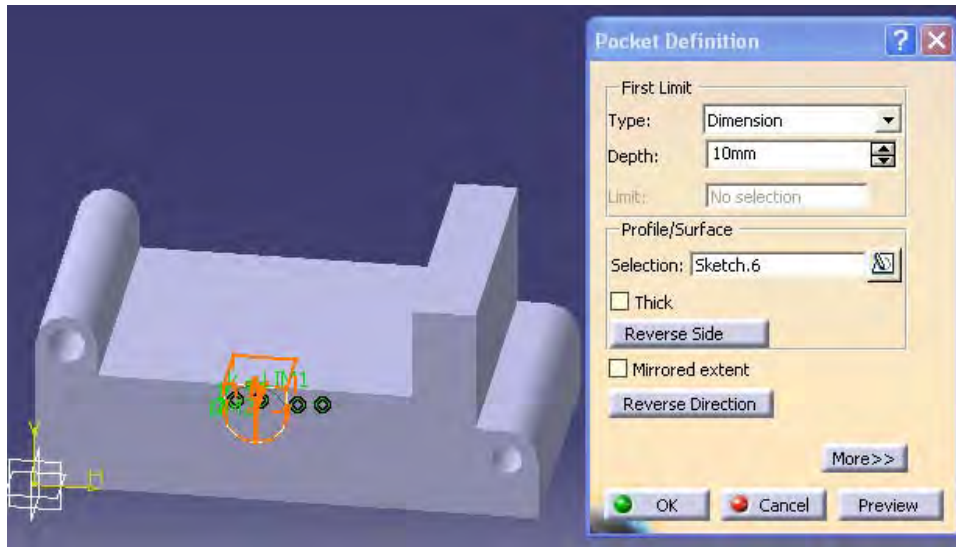

Figura 4.57: POCKET DEL PERFIL 2
8.-Regresar al PART DESIGN, se selecciona la herramienta POCKET y se le da una profundidad de 10mm (ver figura 4.57),